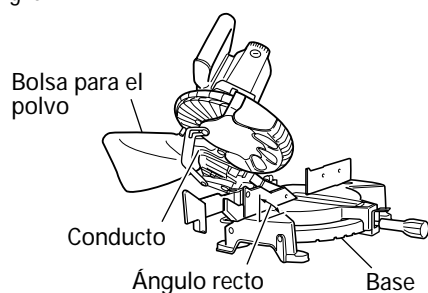

Fig. 32
- (1) Cuando la bolsa para el polvo esté llena de polvo, dicho polvo saldrá soplando de la bolsa para el polvo cuando gire la hoja de sierra. Compruebe periódicamente y vacíe la bolsa para el polvo antes de que se llene.
- (2) Durante el corte en bisel y compuesto, fije la bolsa para el polvo en ángulo recto con relación a la superficie de la base como se muestra en la Fig. 32.